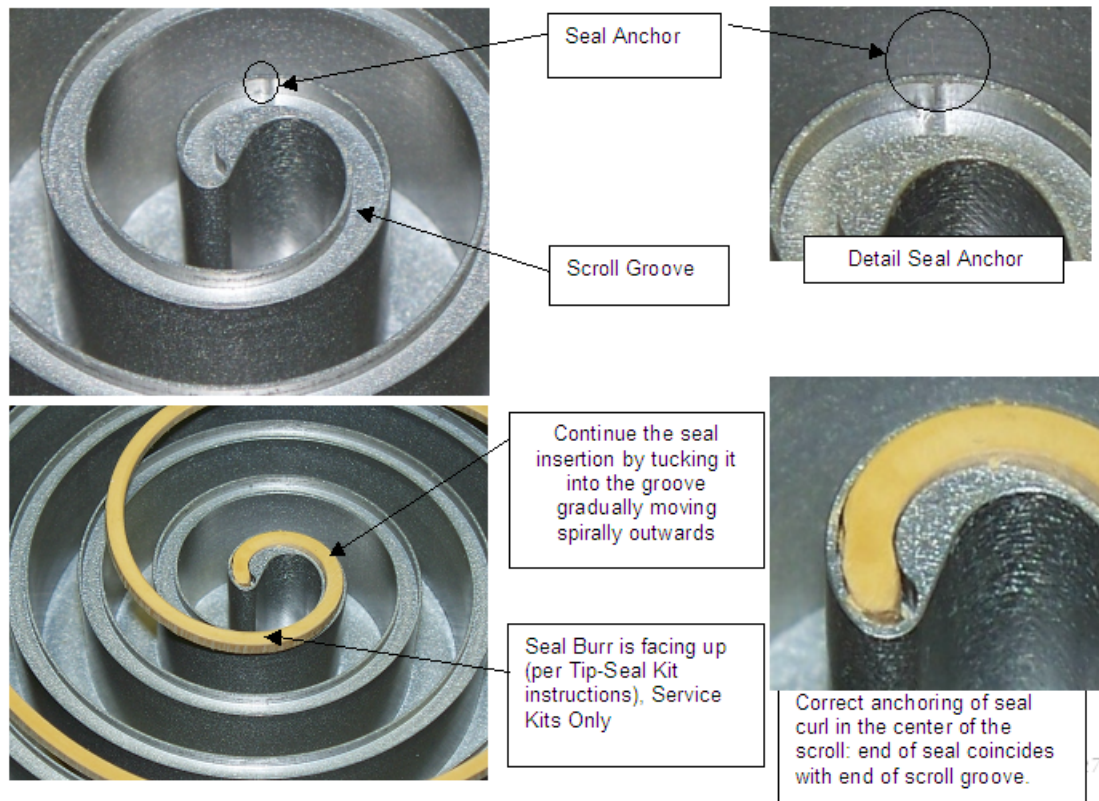

Abbildung 11 Sitz der Spitzendichtung
- a. Die Schneidrate an den Rändern der Dichtung nach oben halten und das eng gewickelte Ende in die Mitte der umlaufenden Spirale schieben, bis die Dichtung richtig in der Nut sitzt und der Anker in der Nut in die Seite der Dichtung eingreift (Abbildung 11). Sie müssen evtl. etwas Kraft aufwenden, um die Dichtung fest in die Nut zu drücken. Die Dichtung ist richtig eingebaut, wenn sie vollständig in der Nut sitzt und nur noch minimal aus ihr herausragt.